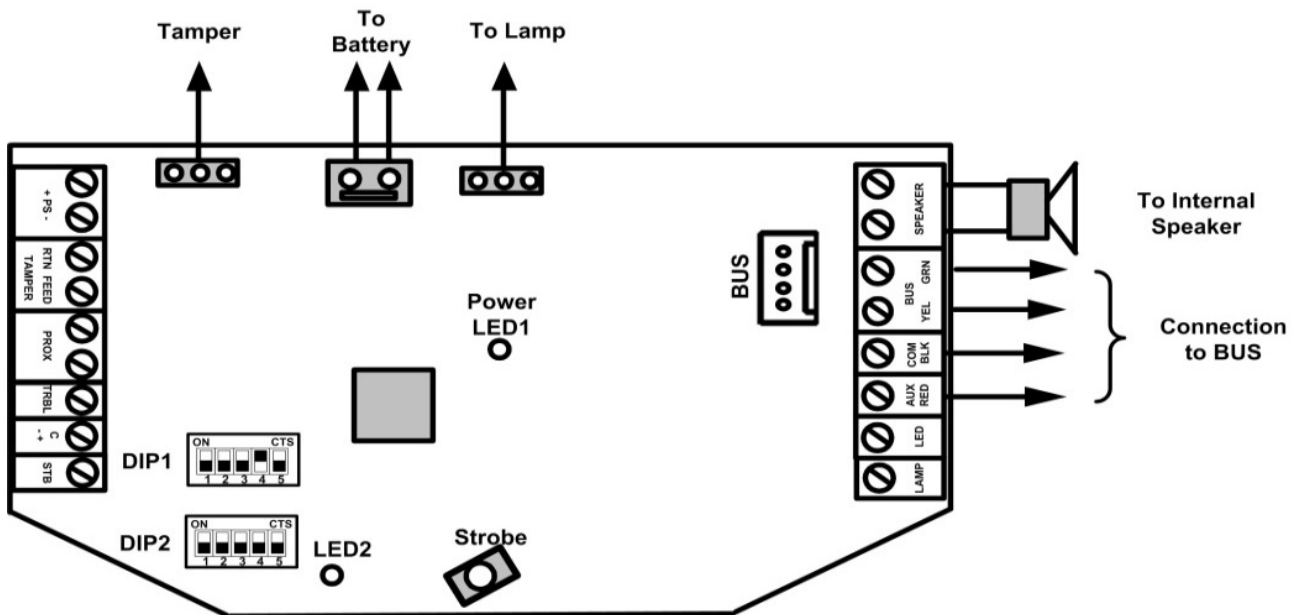

Figura 3-13: Cableado de Bus ProSound
1. Conecte la sirena de acuerdo con la Figura 3-13.